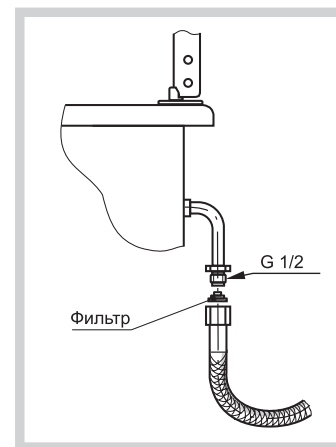

Рис. 13
- выбранный шланг должен иметь документ, указывающий дату изготовления, срок службы и замены. Он устанавливается в соответствии с рис. 13;